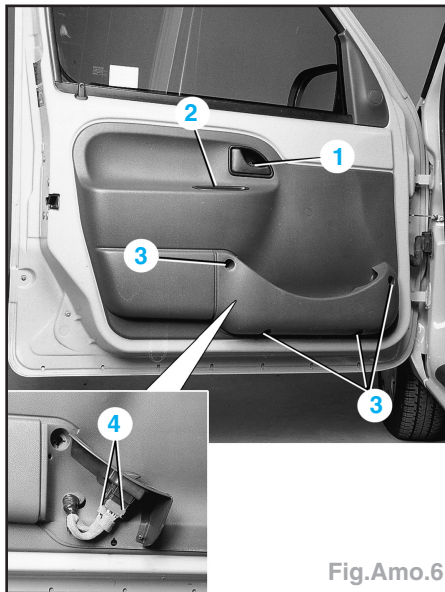

Fig.Amo.6
- Déposer la vis de fixation de l'enjoliveur (1) de poignée de porte et désaccoupler la tringle de commande d'ouverture (Fig.Amo.6).